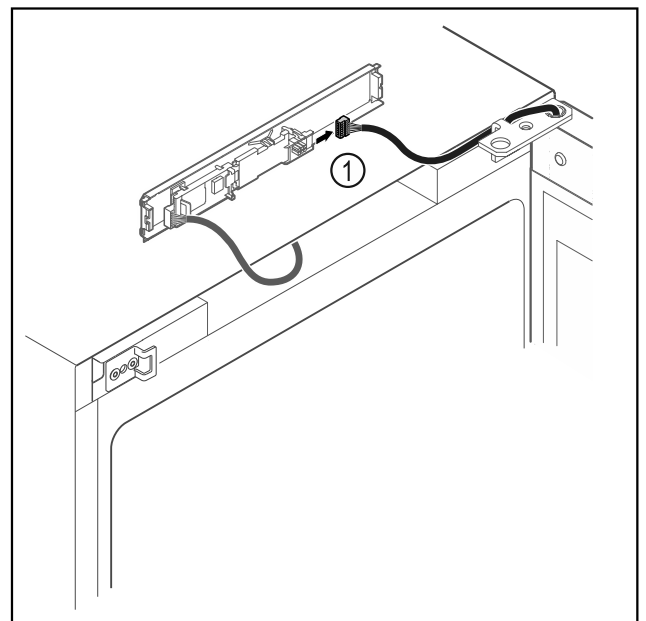

Fig. 10
- ▶ Stekker Fig. 10 (1) van printplaat loskoppelen.